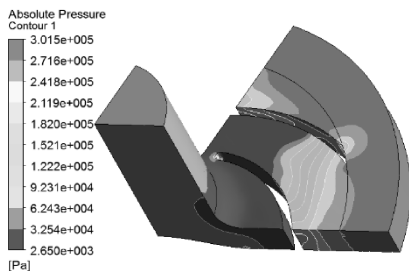
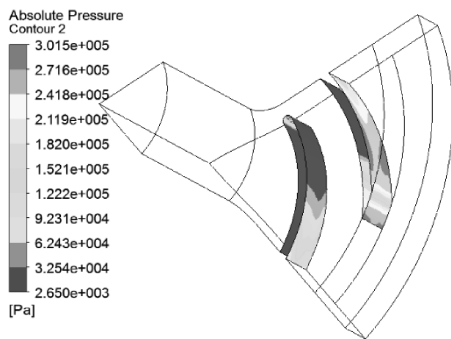

图 11-78 整体结果云图
图 11-79 叶片云图
(1) 在流体动力学分析 B 上，右键单击【Results】→【Edit】，进入【CFX-Post】环境。
(2) 查看云图：在导航树上，单击【Contour1】，如图 11-78 所示；单击【Contour2】，如图 11-79 所示。注意去掉导航树 Contour1 前面的对号。